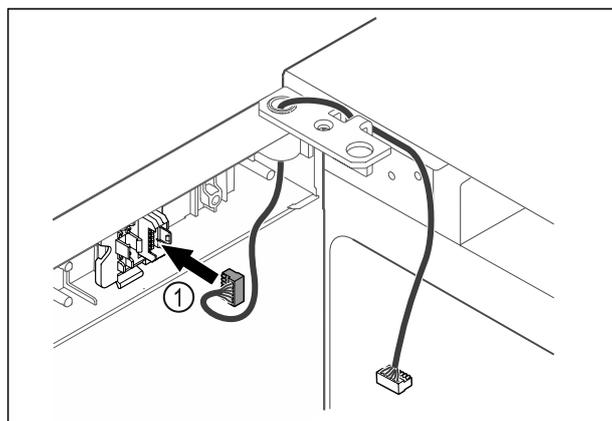

Fig. 43
- ▶ Insérer le connecteur Fig. 43 (1) dans le support.